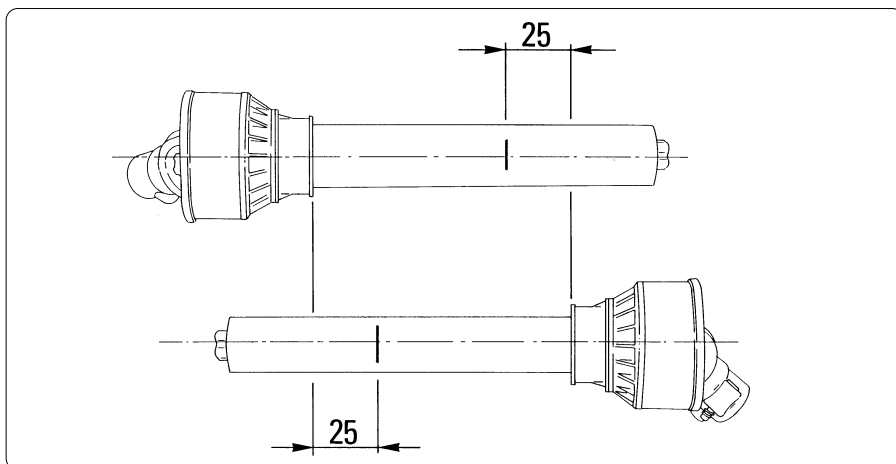

fig. 4.3.1
- Con un pennarello segnare dove accorciare i due semialberi, misurando 25 mm dall'inizio di ogni semialbero, come da fig. 4.3.1.
- *Using a felt-tip pen, matchmark the place where the two halves must be shortened, measuring 25 mm from the beginning of each half, as shown in fig. 4.3.1.*